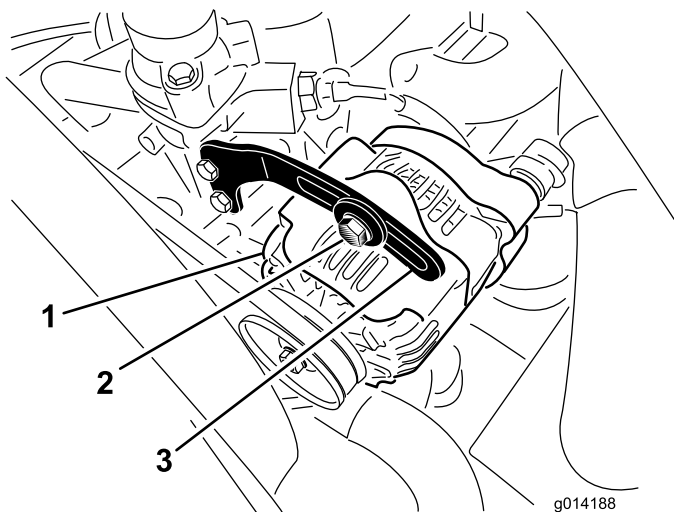

Рисунок 46
2. Проверьте натяжение ремня генератора, надавив на него (Рисунок 46) посередине между шкивами генератора и коленчатого вала с усилием 10 кг.
3. Ослабьте болт крепления скобы к генератору (Рисунок 46) и шарнирный болт генератора.